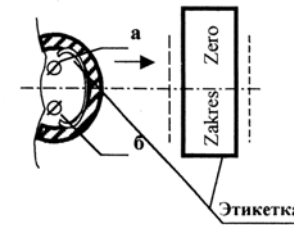

Рисунок 4 - Схема расположения потенциометров калибровки
- получить доступ к потенциометрам установки «ноля» и «диапазона» (см. рисунок 4).